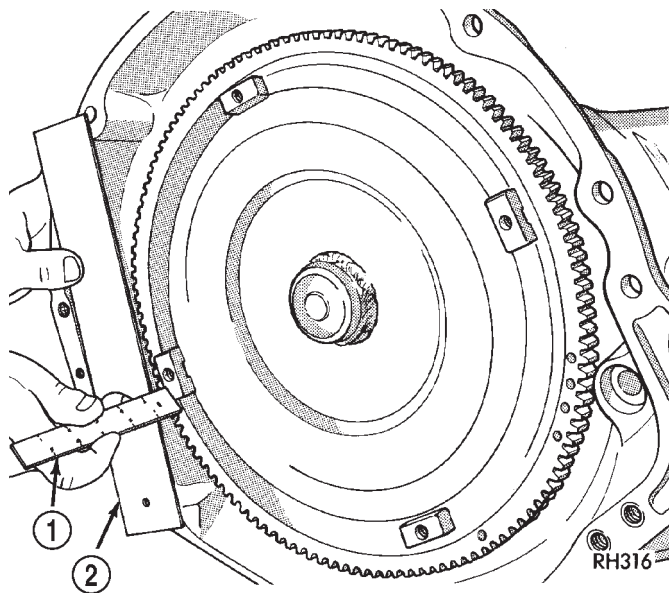

Fig. 98 Verificación del asentamiento del convertidor de par
(3) Alinee el convertidor y la abertura de la junta de la bomba de aceite.
(4) Inserte la maza del convertidor de par en la bomba de aceite.
(5) Mientras empuja el convertidor de par hacia adentro, gírelo hasta que asiente por completo en los engranajes de la bomba de aceite.
(6) Verifique al asentamiento del convertidor con una escala y una regla de trazar (Fig. 98). La superficie de las orejetas del convertidor debe estar a 12,7 mm (1/2 pulg.) de la parte posterior de la regla de trazar cuando el convertidor está totalmente asentado.
(7) Si fuera necesario, sujete momentáneamente el convertidor con el gato de carpintero fijado a la cubierta del convertidor.
(8) Instale la transmisión en el vehículo. (Consulte el grupo 21 - TRANSMISION/TRANSEJE/AUTOMATICO - 31TH - INSTALACION).
(9) Llene la transmisión con el líquido recomendado.